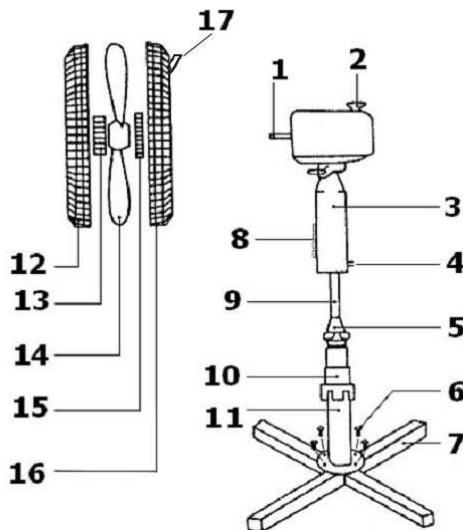

Abb. 1
**Achtung:** trennen Sie das Gerät immer erst von der Steckdose, bevor Sie es auseinander. Im Zweifelsfall lassen Sie bitte diese Arbeit von qualifizierten Fachkräften kontrollieren oder durchführen. Für die Montage verweisen wir auf Abb. 1.